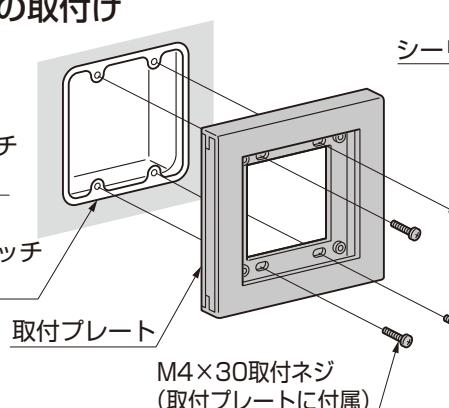

図3-6
②2コ用スイッチボックスに「M4×30取付ネジ」で取付プレートを固定してください。(図3-6参照)